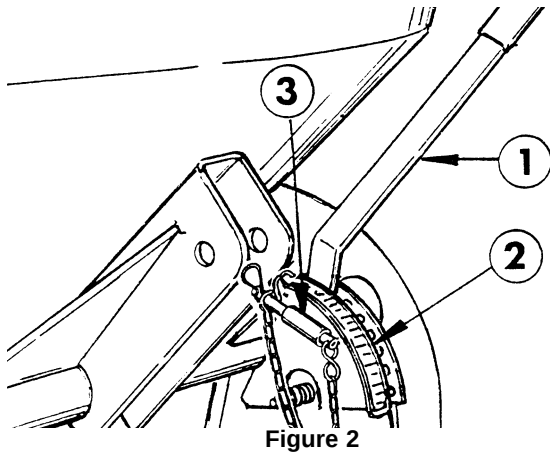

Figure 2
**LEVIER DE REGULATEUR DE DEBIT:** Sert d'indicateur de débit de matériau sur l'échelle du régulateur. Voir Fig. 2.